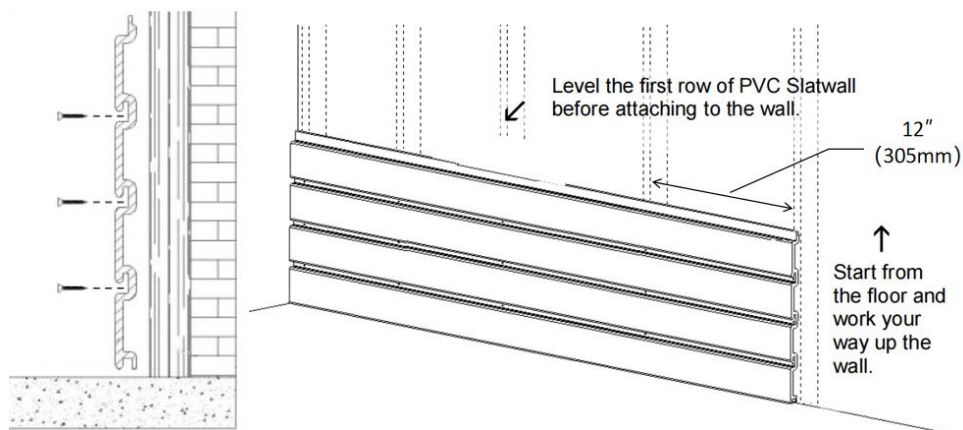

Figure 2 Figure 3
2. Il est recommandé d'installer les bandes de bois au mur à intervalles de 1/2 " (305 mm). Installez ensuite les vis dans les fentes des panneaux muraux, comme indiqué sur les figures 2 et 3. Assurez -vous de mettre le panneau à lattes de niveau avant de le visser aux montants en bois. Vissez ensuite les Pour les panneaux muraux à lattes, le couple recommandé pour la perceuse électrique est de 1,8 à 3,8. NM .